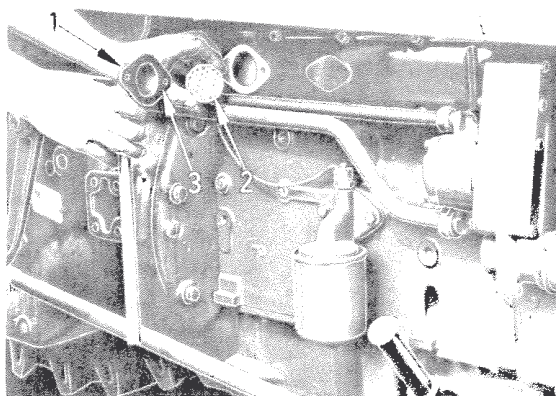

Fig. 61
Nettoyez le filtre du reniflard (2, Fig. 61) après chaque 800 heures de travail. Enlevez le tuyau (1) et dégagez l'élément filtrant (2). Nettoyez ce dernier dans du combustible Diesel propre et séchez-le à l'air comprimé.